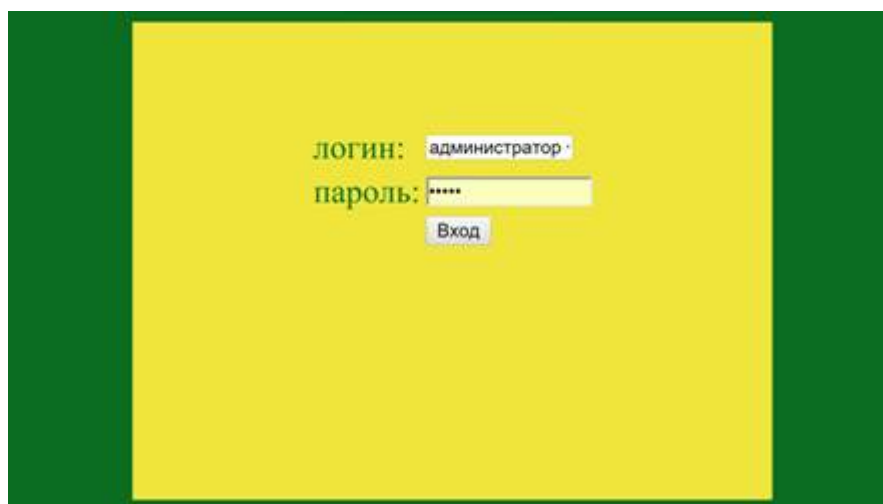

Рисунок 4 – Страница авторизации
3) Для загрузки WEB-интерфейса необходимо в адресной строке браузера ввести IP-адрес устройства. По умолчанию коммутатор имеет IP-адрес 192.9.200.99. Откроется страница авторизации (см. рисунок 4), где нужно ввести ЛОГИН «администратор» и пароль «admin» (по умолчанию).